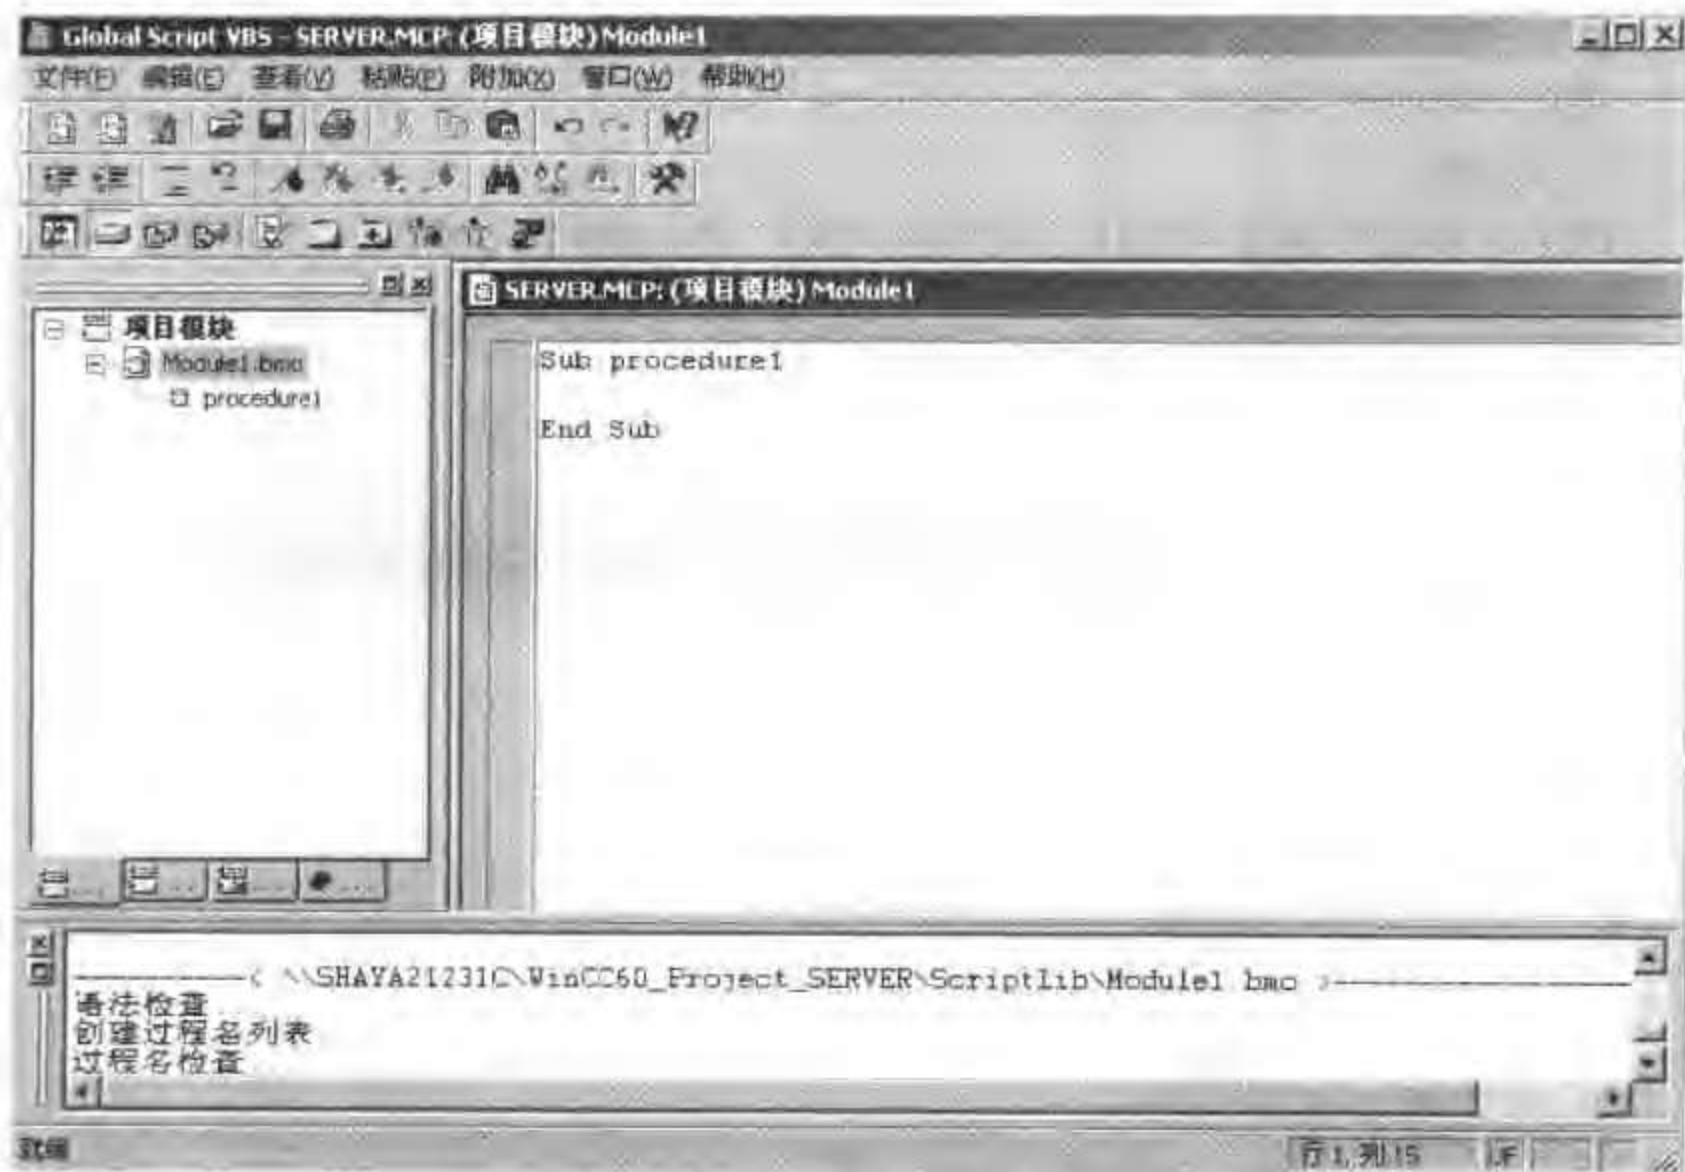

图 10-23 VBS 动作编辑器
- 在创建完一个新模块后,当一个没有返回值的进程已经输入到了编辑窗口中,如图 10-23 所示。